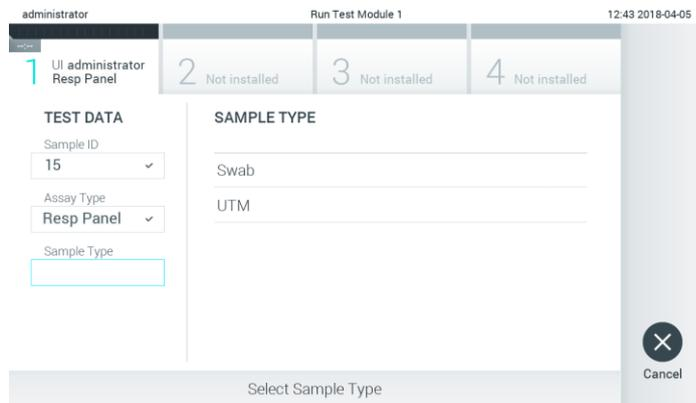

Figura 72. Selección del tipo de muestra.
5. Se introducirá automáticamente el campo Assay Type (Tipo de ensayo) y, en caso necesario, deberá seleccionarse manualmente un Sample Type (Tipo de muestra) adecuado de la lista (figura 72).